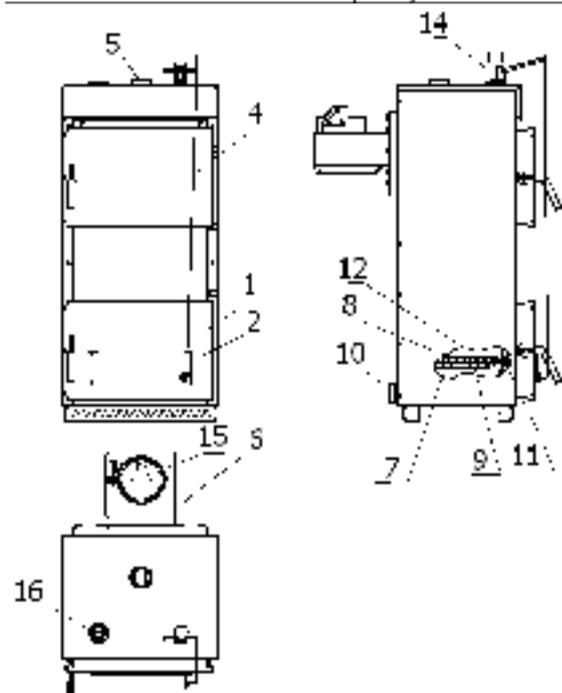
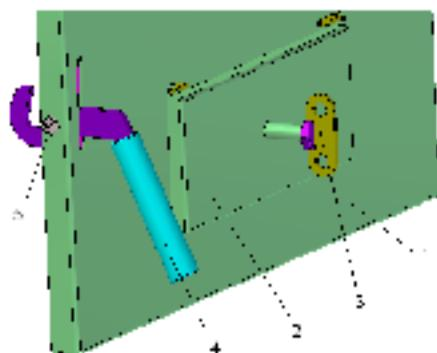
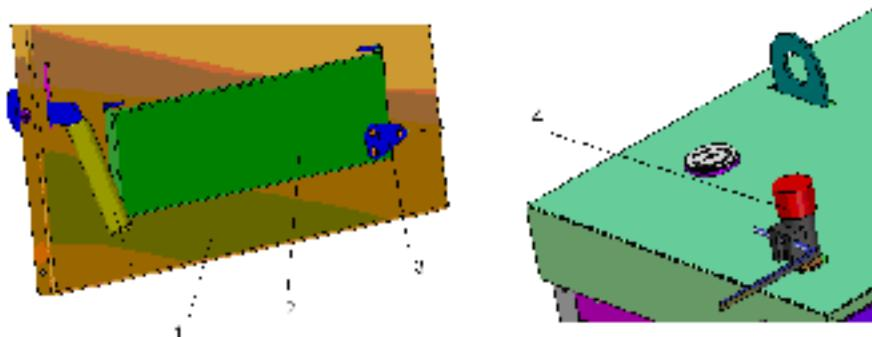
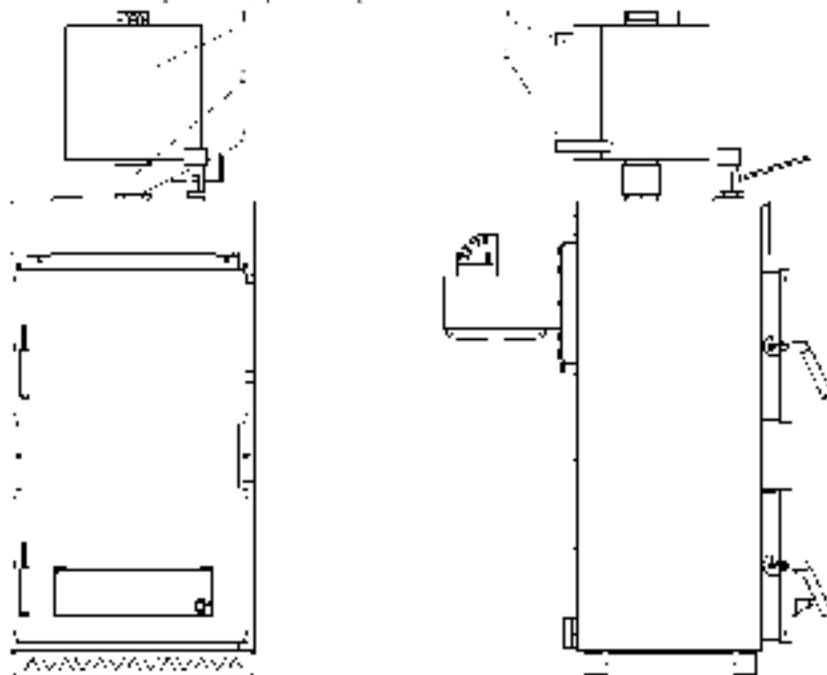

Рис. 1 Котлы КС-Т-16...; КС-Т-12...
Рис.8 Дверца шурувочная
Рис.9 Крепление кронштейна 3 для регулятора тяги 4
Рис. 11 Котлы КС-ТВ..., КС-ТВ...р, КС-ТВ..., КС-ТВ... с теплообменником
5.2.2 Котлы КС-Т... (рис. 1,2) состоят из топки 12 с жаровыми трубами. Вокруг топки имеется водяная рубашка 7. Через трубы, соединяющие водяную рубашку, циркулирует вода, что увеличивает площадь теплообмена. Температура воды в котле контролируется термометром 16. Нагретая вода в результате образовавшихся в котле конвекционных потоков выходит в систему отопления через верхний патрубок 5. Обратная вода из системы отопления поступает в котел через нижний патрубок 10. В нижней части топки устанавливаются колосники 8, образующие полотно колосниковой решетки при работе котла на твердом топливе. На фронтальной поверхности котла крепятся загрузочная 4 и шуровочная 1 дверцы, через которые производятся загрузка топлива, чистка колосниковой решетки, а также чистка поверхности топки. Для улучшения работы топки на верхней крышке котла установлен регулятор тяги 14 (по дополнительному заказу табл.2), который соединён с крышкой 2 шуровочной дверцы 1. На дне под колосниками 8 стоит ящик 9 для сбора прогоревшего топлива (зола).
Для работы на природном газе или на пеллетах, а также для горячего водоснабжения, котёл необходимо переоборудовать в соответствии с данным руководством и упаковочными ведомостями комплектов (табл.2; рис. 1 - 35).
5.3.3 На дверцы (рис. 1, 2) установить ручки 4(рис.8), закрепив их осями 5.
На крышку 2 (рис.8) шурувочной дверцы 1 установить винт 3. С его помощью можно регулировать тягу зазором до 20 мм.
5.3.4 Для котлов с комплектом регулятора тяги на крышку 2 (рис.9) дверцы шурувочной 1 установить кронштейн 3, закрепив его винтами М4 и гайками М4.
На верхней крышке котла (рис. 1,2) снять заглушку (3/4") и на это место установить регулятор тяги 4. Соединить его цепь винтом М4х10 и гайкой М4 с кронштейном 3 на крышке 2 шурувочной дверцы 1 (рис.9).
На крышке котла на верхний патрубок 5 (рис. 1,2) монтируется комплект теплообменника (табл.2; рис. 11).
7.1 Регулятор тяги 14 (рис. 1,2) и его цепь демонтировать.
Демонтировать шуровочную дверцу 1 (рис. 1, 2).
7.2 В верхней части топки вплотную к передней стенке котла через загрузочную дверцу 4 (рис. 1,2) устанавливается топочный лист на прутки, приваренные к стенкам топки.
Перед креплением дымохода в трубы топки с задней стороны котла вставляются турбулизаторы 7 (табл. 2 и рис. 1,2,14). Если дымоход установлен, его надо демонтировать для установки турбулизаторов, а затем вернуть на место.